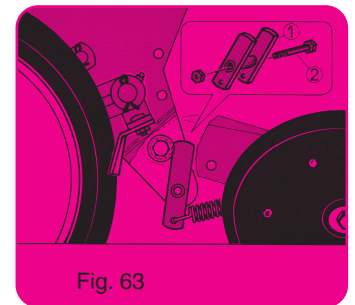

Fig. 63
(Au minimum il faut 1 entretoise en H ① (fig. 63), réf. 7262a, 1 vis H M 10 x 120, 1 écrou H M 10).
Après avoir enlevé la roue de plombage et son cadre, remettre en place les 2 ressorts, du bloc arrière avec l'entretoise en H ① (fig. 63), montée avec la vis H M 10 x 120 plus l'écrou H M 10.
(a minimum of 1 H spacer ① (fig. 63) ref 7262a, 1 HM 10 x 120 screw, 1 HM 10 nut). After having removed the press wheel and its frame, put back in place the 2 springs, the rear unit with the H spacer ① (fig. 63), assembled with the HM 10 x 120 and the HM 10 nut.
(Distanzhülse ① Fig. 63 ET NR. 7262a, 1 HM Schraube 10 x 120, Mutter HM10) Nachdem Sie die Andruckrolle und den Rahmen demontiert haben, bauen Sie die zwei Federn mit der Distanzhülse ① Fig 63 und der Schraube HM 10 x 120 mit Mutter HM 10 wieder ein.